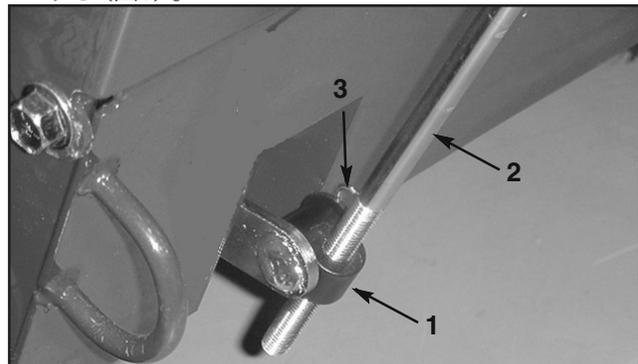

図5
6. ロッドのフィッティングをシフトのベル・クランク・シャフトに差し込み、ワッシャとヘアピン・コッターで固定する(図5)。